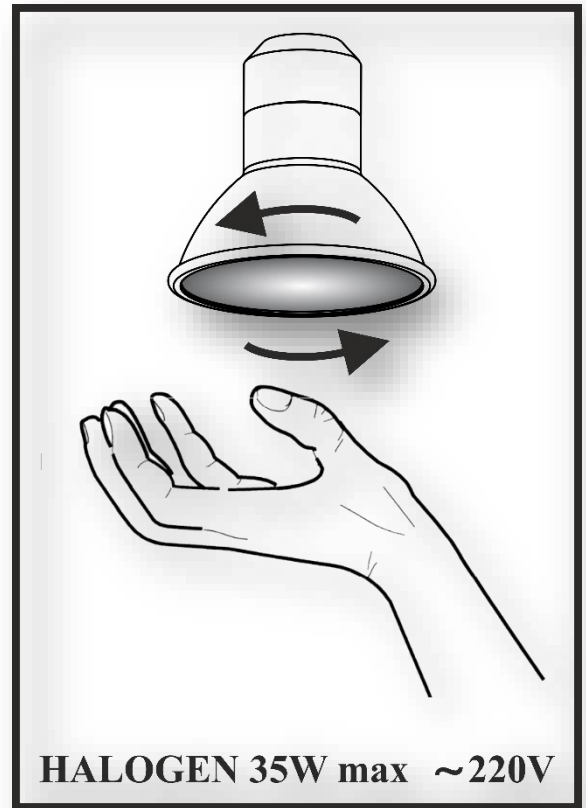

Рис.7
7.12 На вытяжке установлении **HALOGEN** лампы подсветки рабочей зоны плиты. Перед началом замены ламп освещения необходимо отключить вытяжку от электросети, дать возможность охолонуть лампам. Для замены лампы необходимо снять алюминиевый фильтр, отжать держатель патрона так, чтобы лампа вышла из корпуса вытяжки и повернуть ее против часовой стрелки (**рис.7**). Вместо нее необходимо установить новую с теми же характеристиками и установить фильтр.